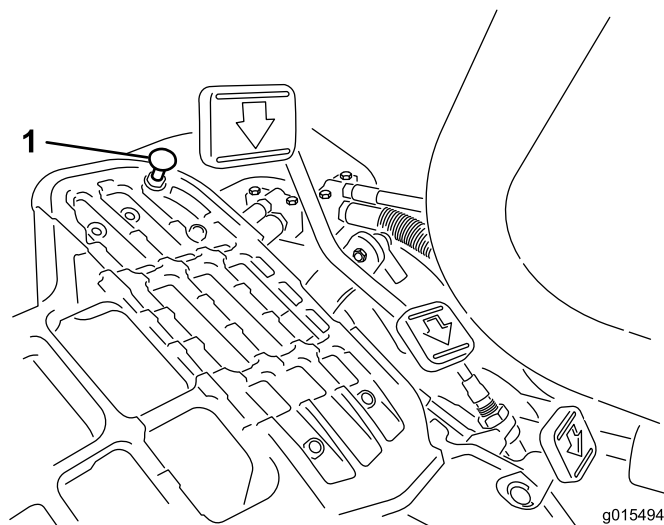

図 50
モードレバーを「移動走行」位置にセットし、ペダルを一杯に踏み込めば最高速度となります。ケーブルに張力が掛かる前にペダルがストップ 図 50 に当たる場合には調整が必要です。
1. モードレバーを「移動走行」位置にセットし、ペダルストップを固定しているロックナットをゆるめる 図 50。